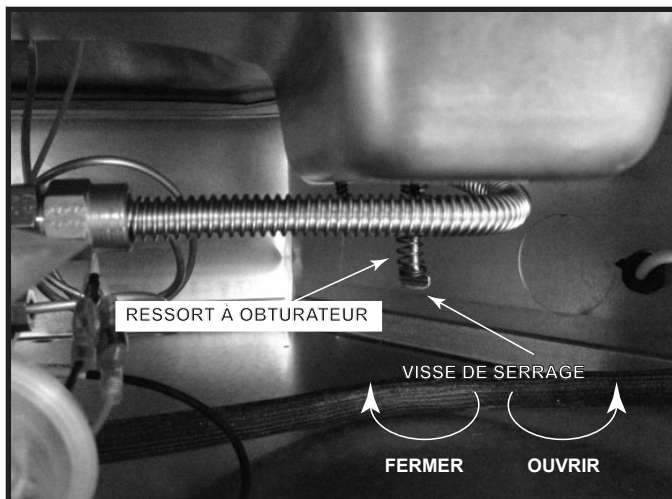

Figure 9.1 Ajustement de l'obturateur d'air
- Ajustez l'obturateur d'air pour les courses verticales plus longues. Voir la Figure 9.1. Tournez la vis de serrage pour ouvrir ou fermer l'obturateur d'air. Il peut être nécessaire d'utiliser des pinces ou une clé à molette pour ajuster l'obturateur d'air.